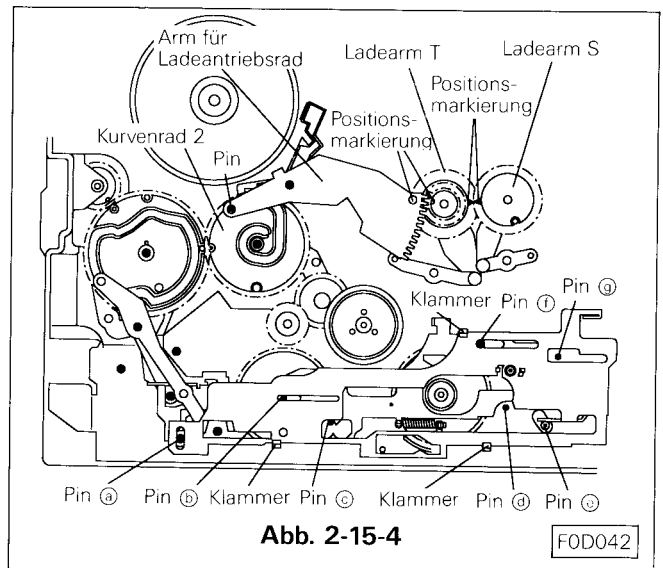

Abb. 2-15-4
- J. Die Nockenplatte B so einbauen, daß die Pine ① ~ ⑨ (siehe Abb. 2-15-4) und speziell der Pin ⑥ durch die Führungsschlitze zeigen, die Platte mit den drei Klemmen und den zwei Klemmringen ⑥ und ⑦ befestigen.
- K. Die Markierungen am Ladearm T mit der Markierung den Laderadarm wie in Abb. 2-15-4 gezeigt in Verbindung bringen und den Laderadarm auf die dafür vorgesehene Achse aufsetzen, so daß der Führungspin in die Kurve von Kurvenrad 2 gelangt. Den Arm mit Klemmring sichern.